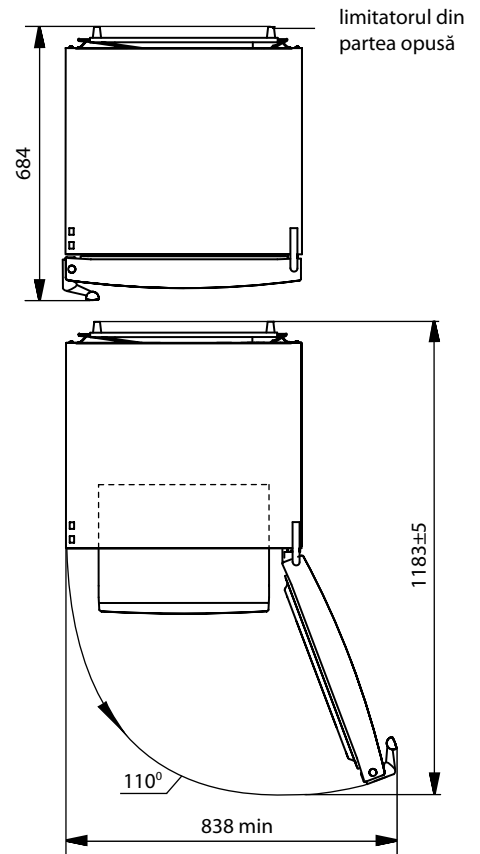

Figura 2 – Congelator (vedere de sus)
1.6 Spațiul total necesar pentru funcționarea congelatorului este determinat de dimensiunile prezentate în figura 2 în milimetri. Designul congelatorului oferă unghiul maxim de deschidere a ușii – de 110°. Pentru a preveni deteriorarea congelatorului **NU APLICAȚI FORȚĂ EXCESIVĂ** pentru a deschide ușa la un unghi mai mare de 110°.